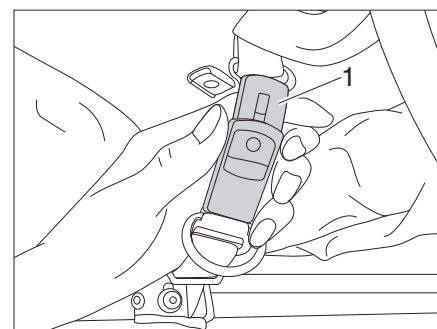

Figure 17 Fermer la sangle de sécurité
- Fermer les sangles de sécurité (Figure 17,1).